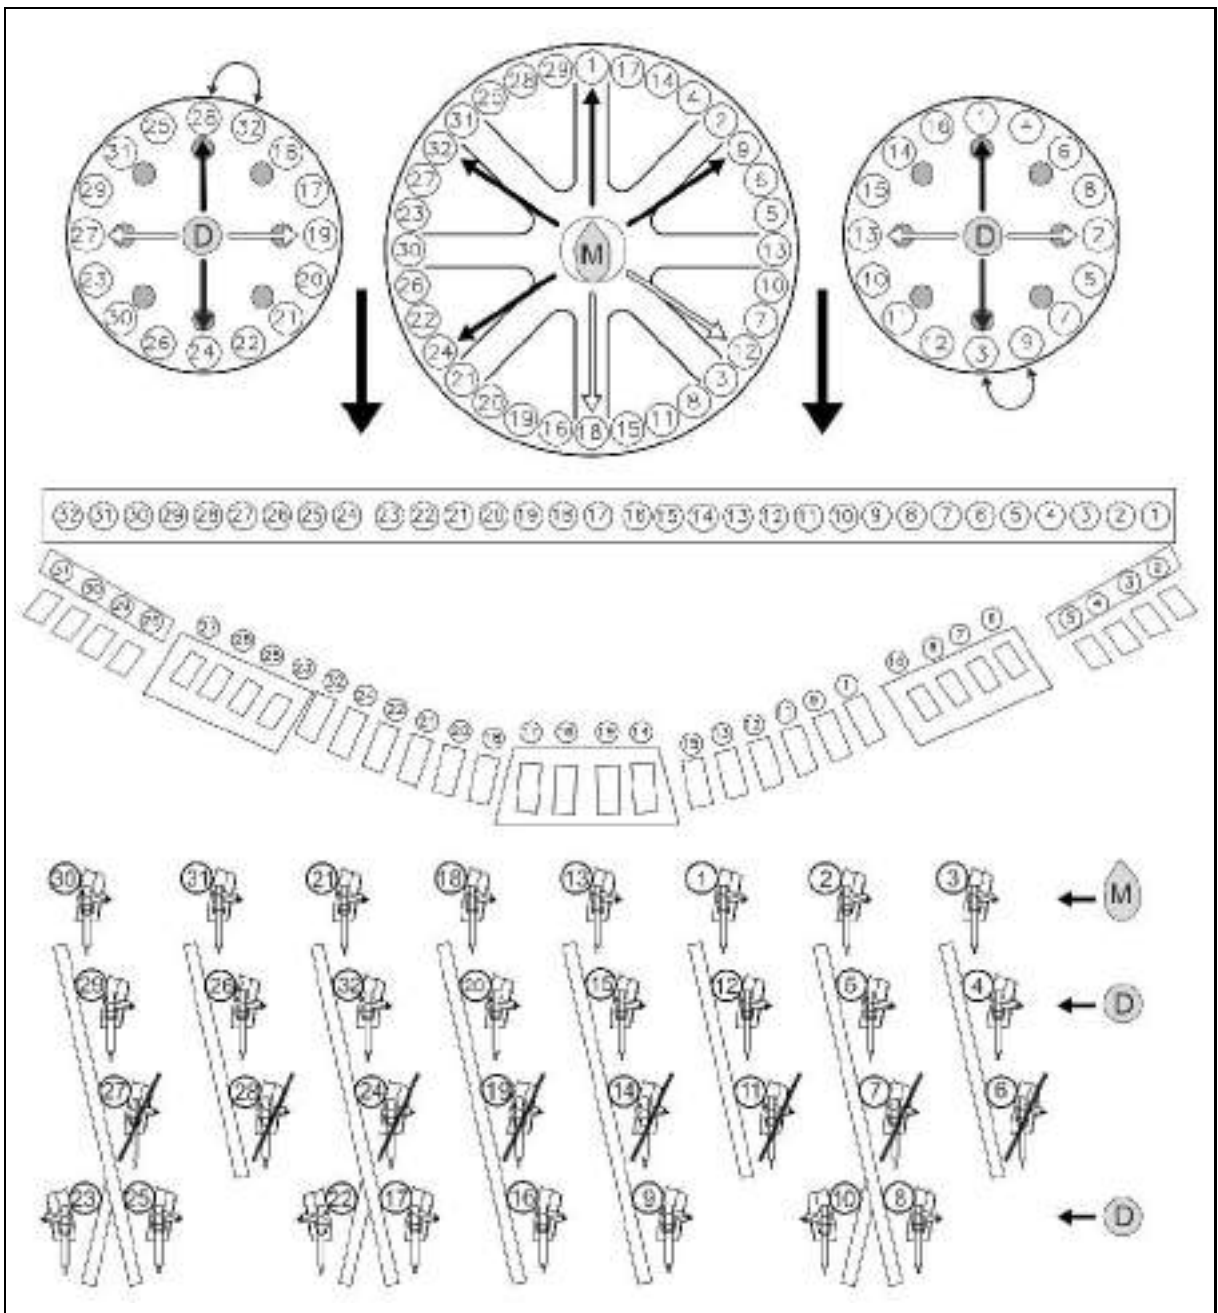

Рис. 42
- Кукуруза **M**: установите заслонки согласно Рис. 42.
- Удобрения **D**: установите заслонки согласно Рис. 42.